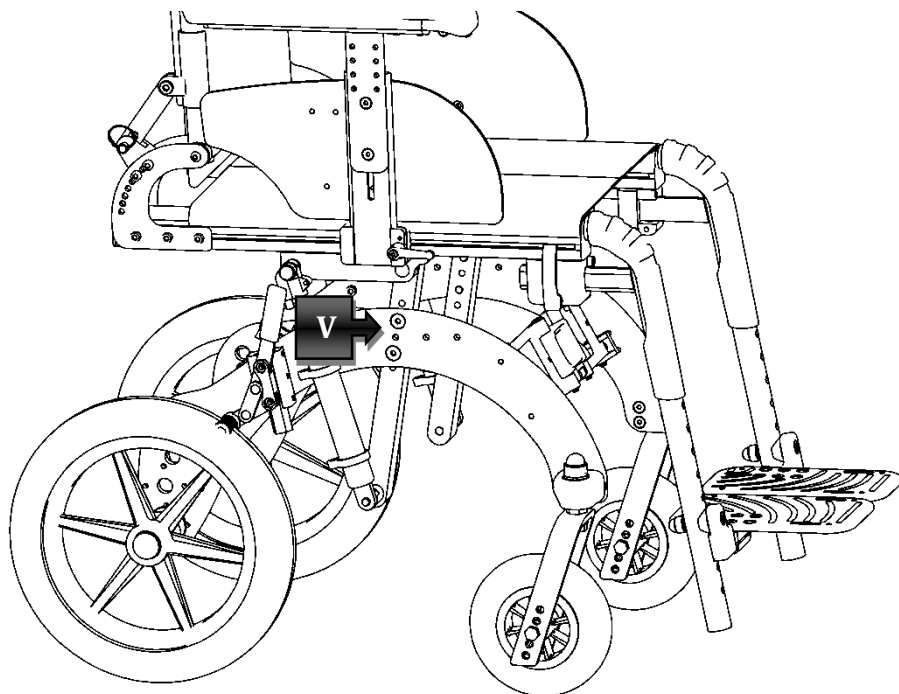

Figura 20
È possibile effettuare una regolazione dell'altezza della seduta semplicemente agendo sulle due viti (V) indicate in Figura 20 su entrambe le fiancate.